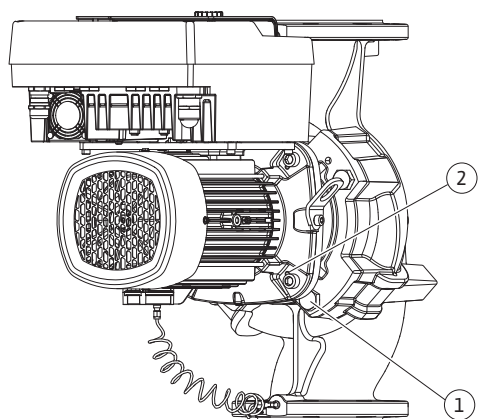

Fig. 101: Διαχωρισμός πτερωτής κινητήρα μέσω διατρήσεων σπειρώματος (DN 100 ... DN 125)
22. Αφαιρέστε την περρωτή κινητήρα από το κέλυφος αντλίας. Γι' αυτό χρησιμοποιήστε τις διατρήσεις σπειρώματος (βλέπε Fig. 101, θέση 1).